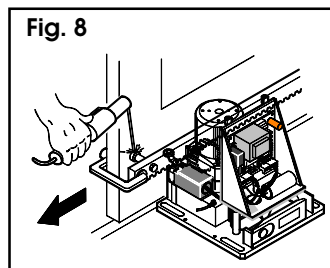

Fig. 8
- 4) Leg het eerste tandheugelelement op de pignen, ter hoogte van het eerste afstandstuk (fig. 8).
- 5) Zet het tandheugelelement van de vleugel vast met een klem (fig. 8).